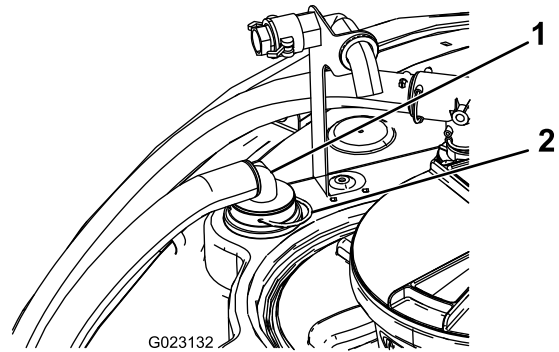

Figura 16
1. Instale a extremidade do tubo com a união de 90° ao anteparo previamente instalado utilizando uma forquilha de retenção (Figura 16).